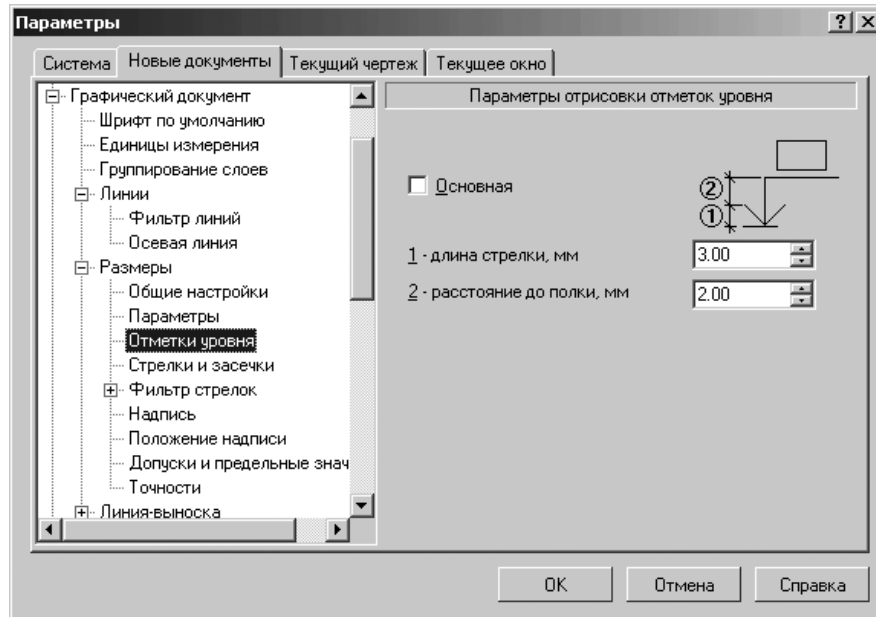

Рис. 10.25. Диалоговое окно **Параметры** с открытой вкладкой **Новые документы** и панелью **Параметры отрисовки отметок уровня**
- щелкните в списке настраиваемых элементов **Размеры** по пункту **Отметки уровня**. В правой части появится панель **Параметры отрисовки отметок уровня**, показанная на рис. 10.25.